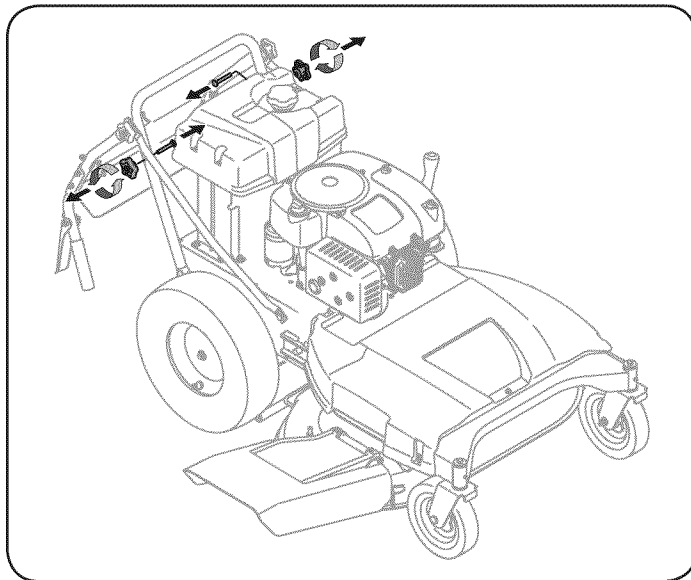

Figura 3
1. Extraiga las perillas en estrella y los tornillos del carro de la manija inferior. Vea la Figura 3.